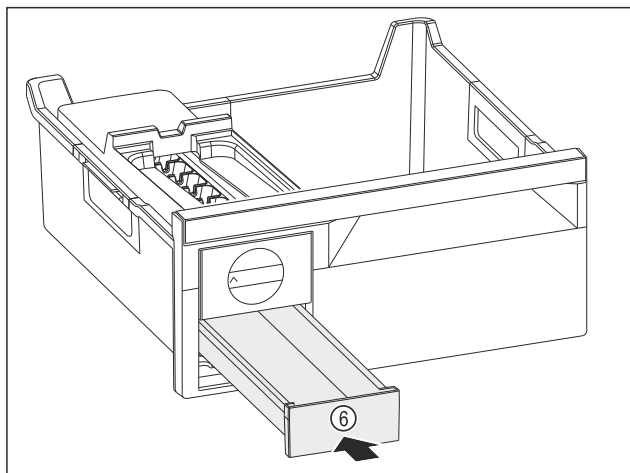

Fig. 176
- Skub isterningskuffen Fig. 176 (6) ind.